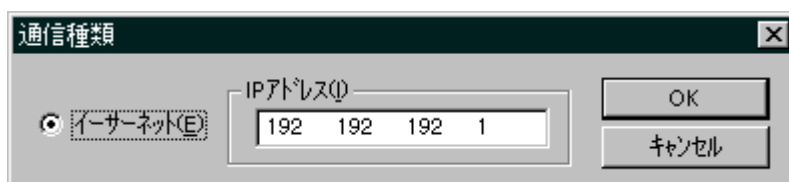

図5-24 接続PCs変更画面
- (1) [NX/Tools-S10V] 画面の **接続PCs変更** ボタンをクリックしてください。
- (2) [通信種類] 画面（図5-24）が表示されます。